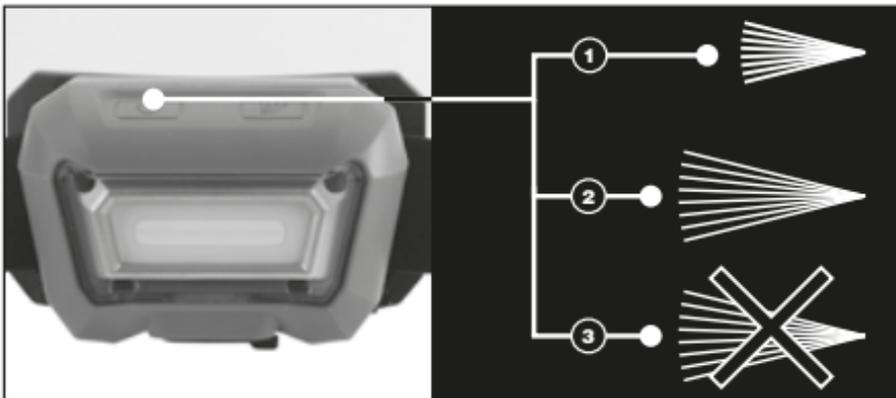

FIG.2
7.2 HEAD LAMP OPERATION – FIG. 2